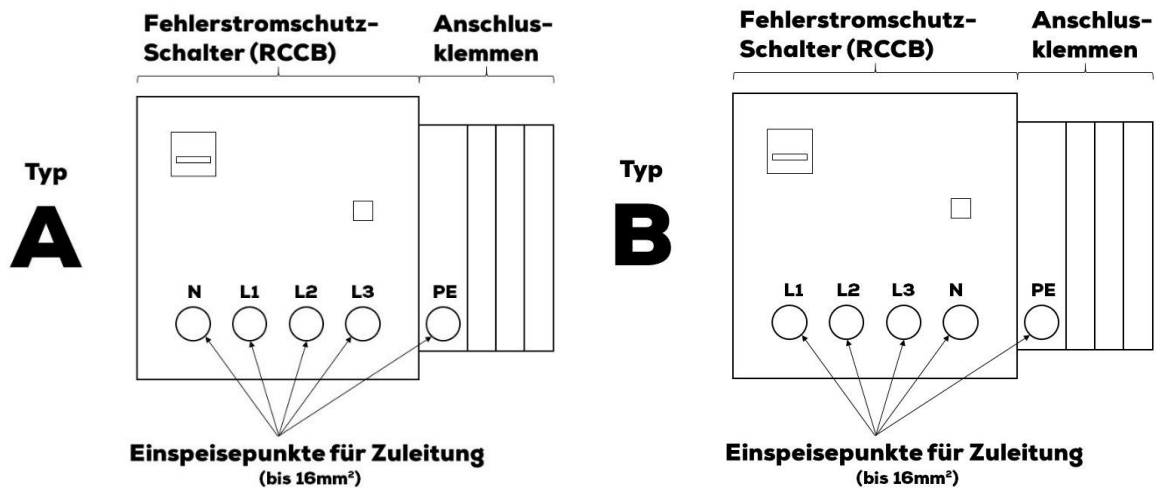

Abbildung 2 Anschlussposition der Zuleitung
2. Die Zuleitung gemäß Abbildung 2 (Typ A oder Typ B) anschließen und diese anschließend mittels Kabelverschraubung zugentlasten und abdichten.